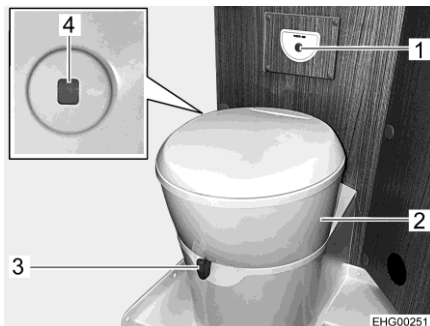

Bild 147 Toalett
Toalettskålen kan vridas till önskad position. Ta tag i toalettens överdel (Bild 147,2) med händerna och vrid.
Kontrollenheten med spolknappen (Bild 147,1) är placerad i närheten av toalettskålen.
- Öppna spjället på toaletten före spolning. Skjut för detta spjällspaken (Bild 147,3) moturs.
- För att spola, tryck på den blå spolknappen (Bild 147,1).
Nivåindikeringen (Bild 147,4) ändrar färg från grönt till rött när latrintanken måste tömmas.